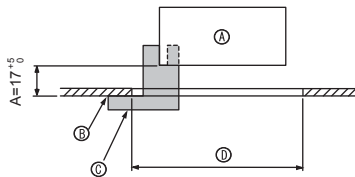
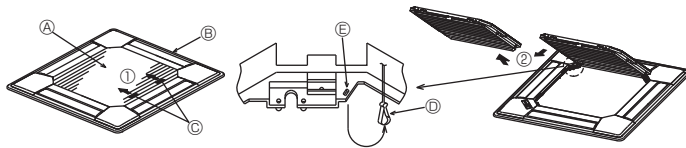
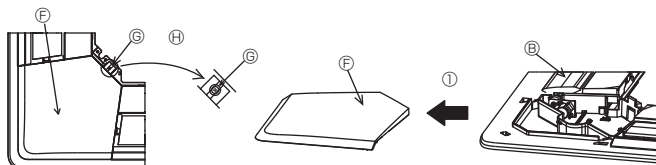

Fig. 6-2
Fig. 6-3
Fig. 6-4
①	Grille	1	950 × 950 (mm)
②	Vis avec rondelle captive	4	M5 × 0,8 × 25
③	Jauge	1	(Divisée en quatre parties)
④	Attache	3
⑤	Vis	4	4 × 8
⑥	Vis	1	4 × 12
⑦	Panneau en coin i-see sensor	1	pour PLP-6BAE
6.2. Préparation avant d'attacher la grille (Fig. 6-2)
- A l'aide de la jauge ③ fournie avec ce kit, régler et vérifier la position de l'appareil par rapport au plafond. Si l'appareil n'est pas correctement positionné, il y aura des risques de fuites d'air et de la condensation pourrait s'accumuler.
- Ⓒ Jauge ③ (insérée dans l'appareil)
6.2.1. Retrait de la grille d'admission (Fig. 6-3)
- Pour ouvrir la grille d'admission, faire glisser les leviers dans le sens indiqué par la flèche ①.
- Lorsque la grille se trouve en position "ouverte", retirer la charnière de la grille d'admission comme indiqué par la flèche ②.
6.2.2. Retrait du panneau en coin (Fig. 6-4)
- Retirer la vis du coin du panneau en coin. Faire glisser le panneau comme indiqué par la flèche ① pour le déposer.
[Fig. 6-3, 6-4]